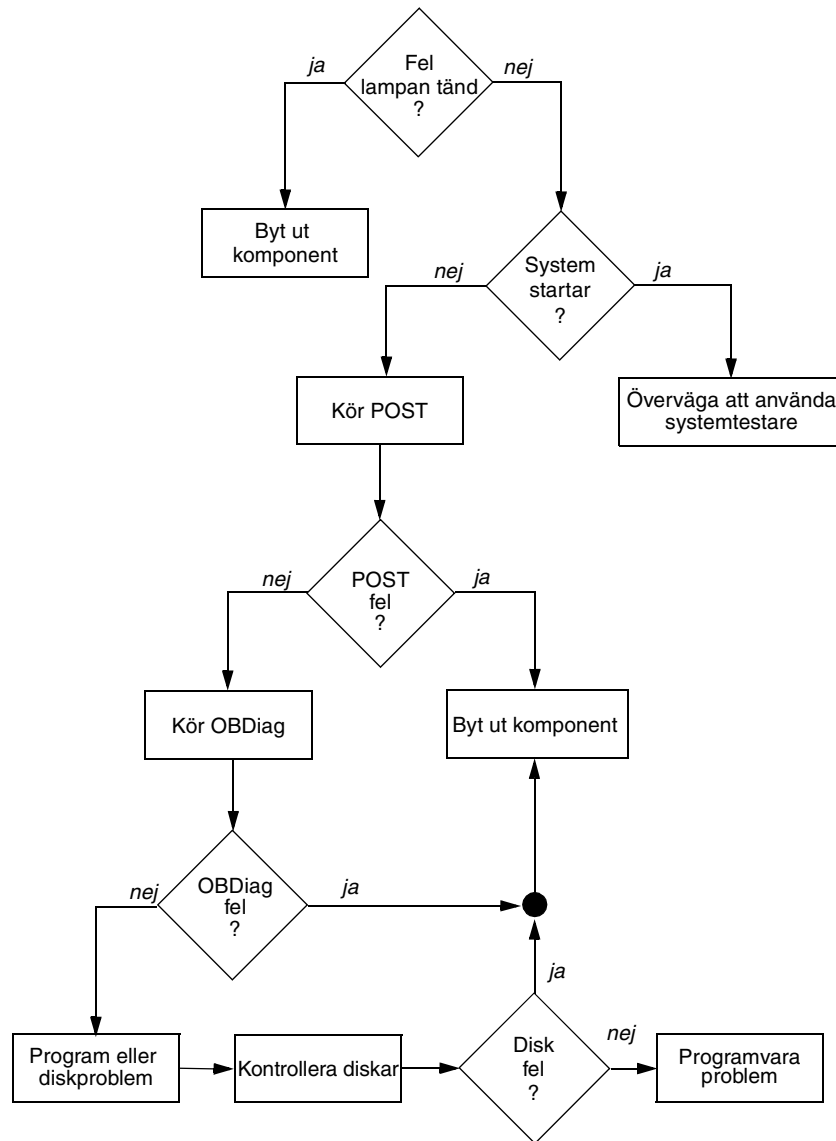

BILD 10-1 Välja verktyg för att isolera maskinvarufel
- Om systemet *kan* starta bör du använda ett mer heltäckande verktyg. Den vanligaste felisoleringsprocessen visas i BILD 10-1.